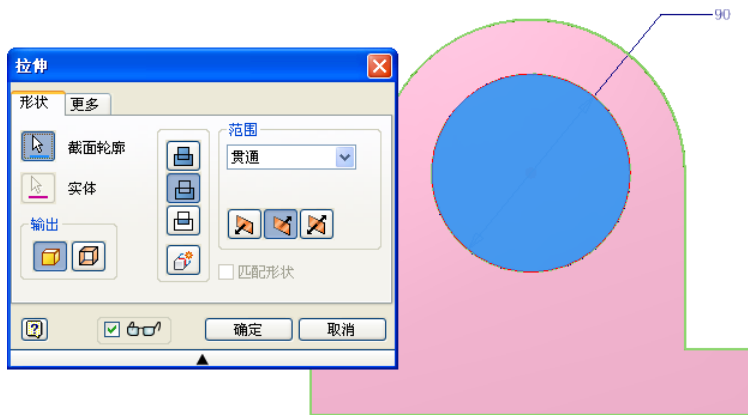

图 7-31 拉伸示意图
②单击【草图】标签上的【完成草图】工具按钮, 退出草图环境，返回到零件特征环境下。单击【模型】标签栏【创建】面板上的【拉伸】工具按钮, 打开【拉伸】对话框，选择本步骤中所绘制的草图中的圆形为截面轮廓，如图 7-31 所示，其他拉伸设置也参见图 7-31 中的【拉伸】对话框。